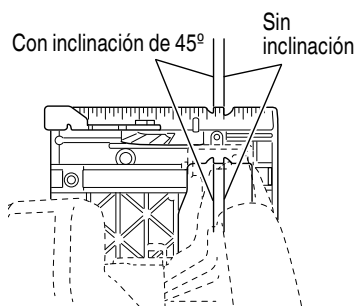

Fig. 12
1. Coloque el cuerpo de la sierra (la base) en la pieza de trabajo y, como se muestra en la Fig. 12, alinee la línea de corte prevista con la cuchilla de la sierra utilizando la ranura. Esta relación entre base y madera deberá permanecer inalterada independientemente de la inclinación de la base.
4. Inclíne la sierra hacia adelante y alinee la ranura (Fig. 12) con la línea guía premarcada.